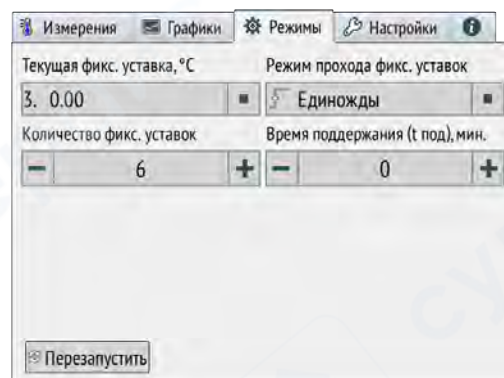

Рис. 7
4.3.5 Вкладка «Режимы» (рис. 7) позволяет выбрать текущую фиксированную уставку (от 1 до 6), режим прохода фиксированных уставок, задавать количество фиксированных уставок (от 1 до 6) и время нахождения на них.